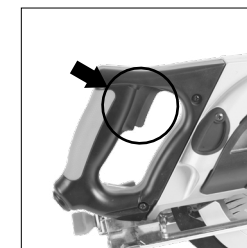

Fig. 8
- Appuyez sur l'interrupteur principal pour lancer le moteur. (Fig. 8)